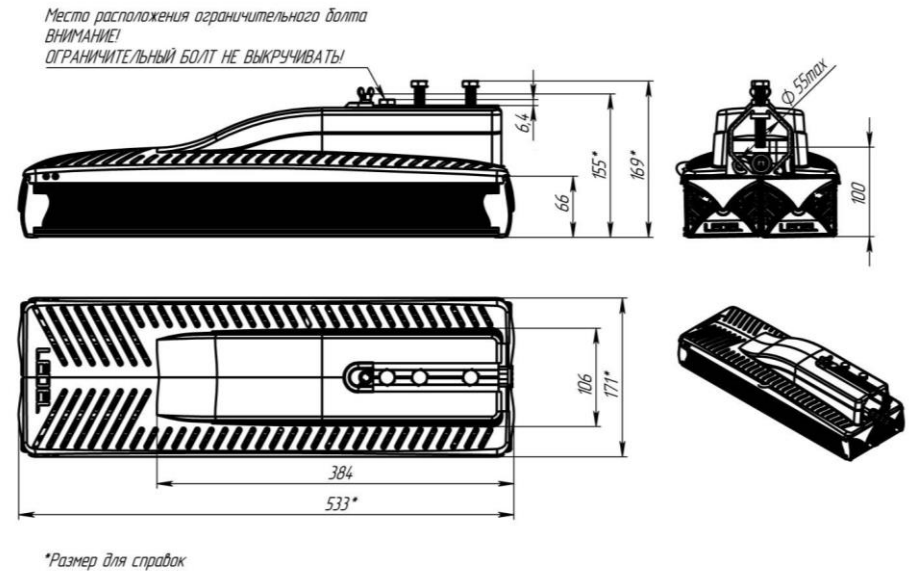

Рисунок 1 Габаритные размеры светильника «L-street 48»
- а) Ослабить фиксирующие болты (кроме ограничительного болта, см. рис. 1);